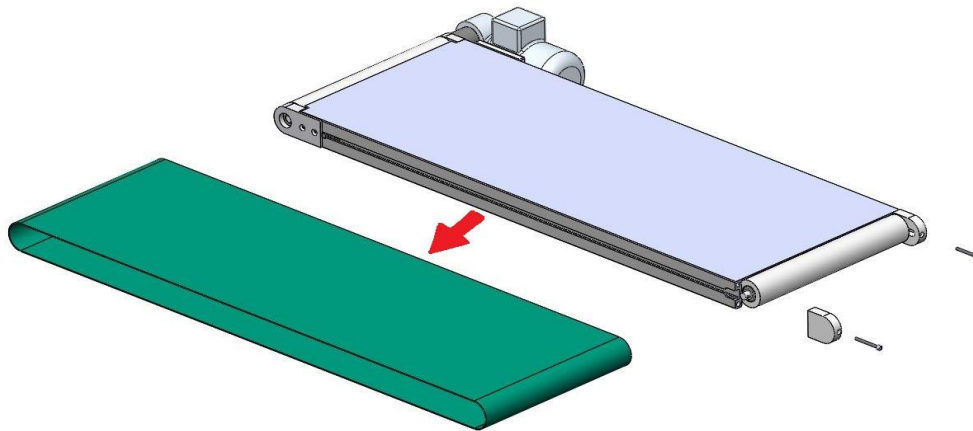

Bild 4
3. Der Gurt kann nun über die freie Seite abgezogen werden (Bild 4).